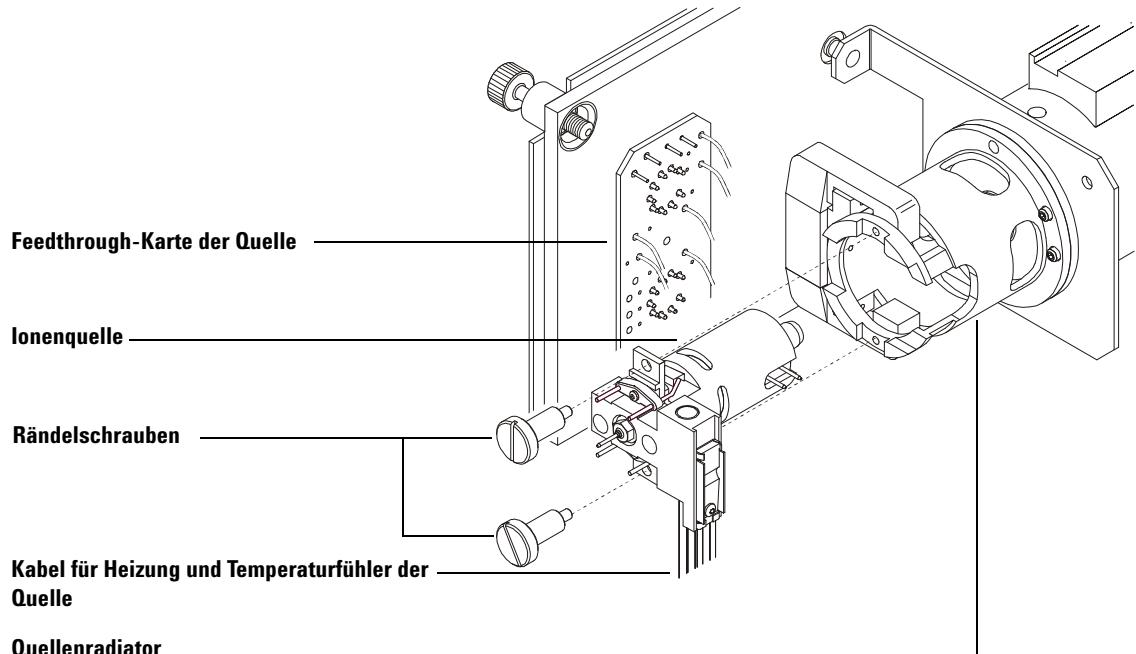

Abb. 32 Ausbauen der Ionenquelle
- 3 Ziehen Sie die sieben Kabel von der Ionenquelle ab. Verbiegen Sie die Kabel nicht unnötig (Abb. 32 und Tabelle 22).